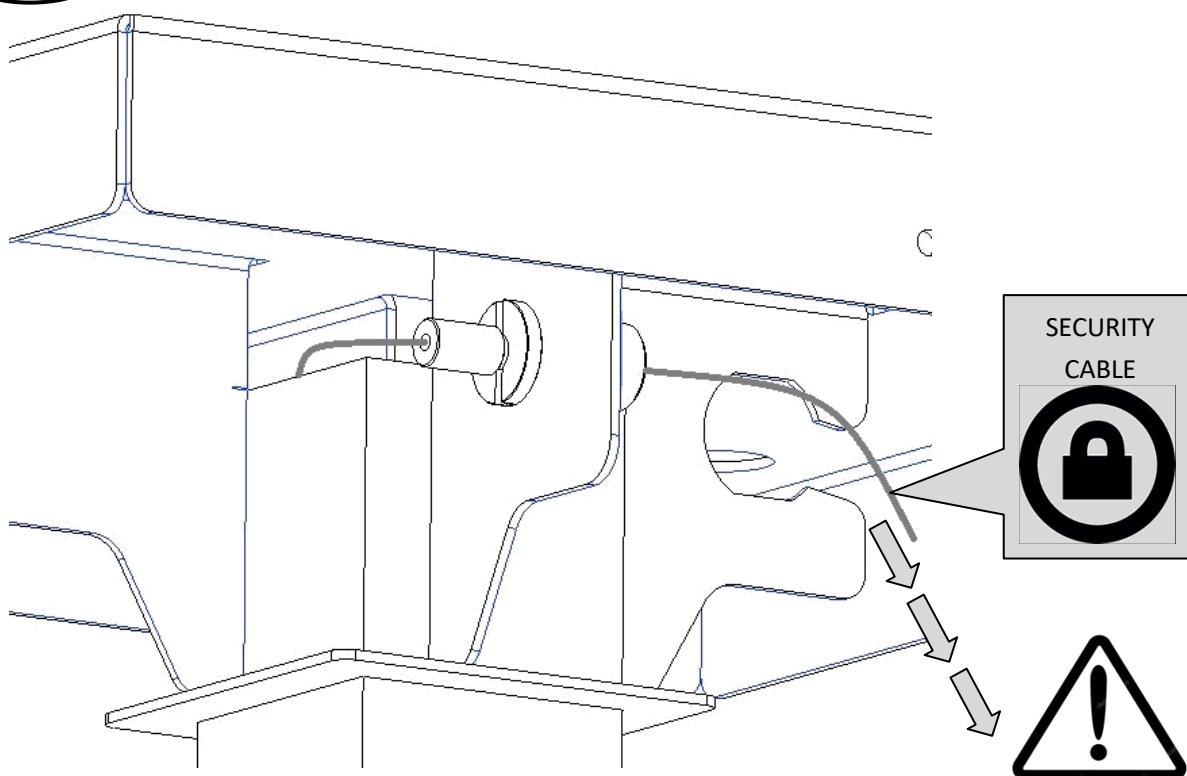
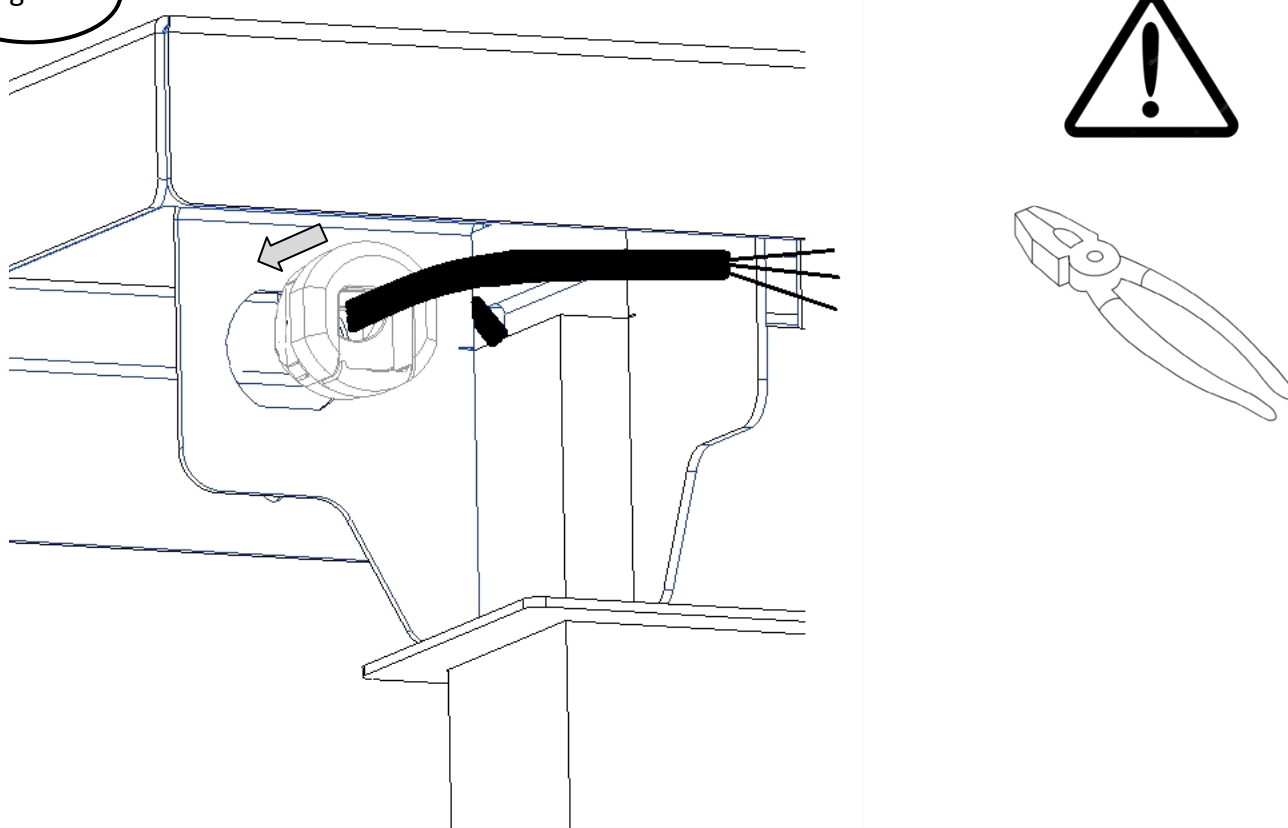

Fig. 14
Fig. 15
- 12) Plaats de kabelsluiting op de voedingskabel, draai de kabelsluiting vast met de tang en steek deze in de gleuf op de plaat; maak op dit punt altijd het kabelslot vast met de tang, maak een omwenteling van een kwartslag (90 °) (Fig. 14) (Fig. 15).